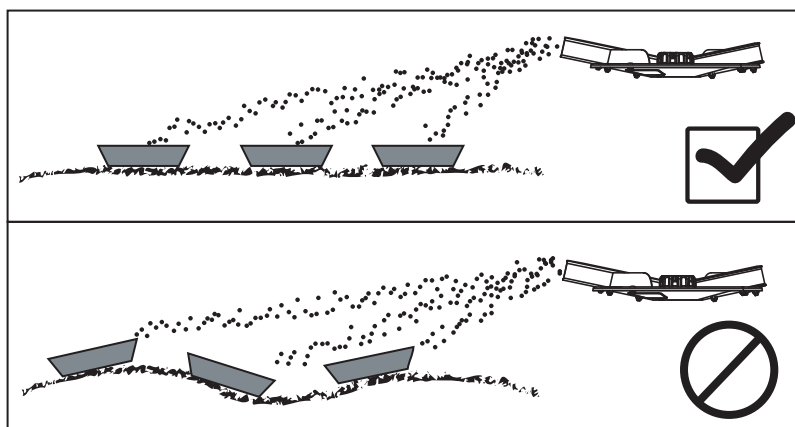

Рисунок 8.28: Расстановка приемных поддонов
- Установите приемные поддоны горизонтально. Косо стоящие приемные поддоны могут стать причиной ошибок при измерении (Рисунок 8.28).